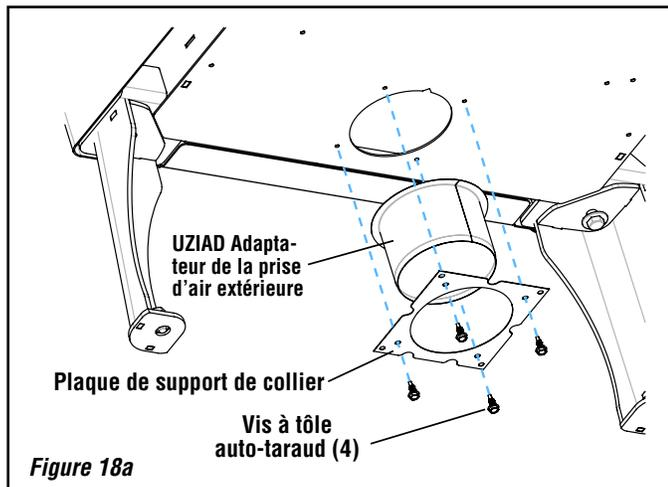

Figure 18a
Col avec support de col : Centrer le collier de 4 po de diamètre sur l'orifice d'admission d'air, puis le fixer avec le support de collier à l'aide des quatre (4) vis Tek de 5/8 po fournies, en alignant la plaque sur les trous de capture de l'unité. Dans certains cas, les trous de capture ne sont pas percés; dans ce cas, utiliser les vis Tek pour commencer les trous directement (*figure 18a*).